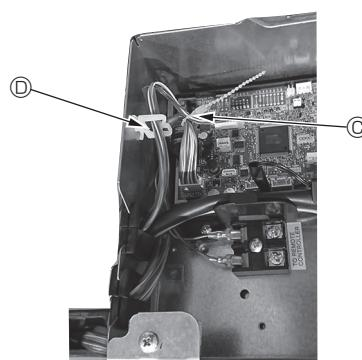

Fig. 10-14
- Coloque las partes sobrantes de los cables de enlace del Sensor i-see y del receptor de señales en la caja de componentes eléctricos en el clip para cables de la forma mostrada en el diagrama, y sujeté los cables con el remache. (Fig. 10-14)